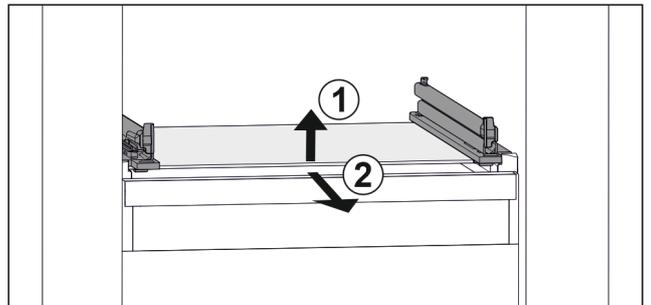

Fig. 121 玻璃隔板例图
- ▶ 抬起玻璃隔板前部。 Fig. 121 (1)
- ▶ 向前取出玻璃隔板。 Fig. 121 (2)